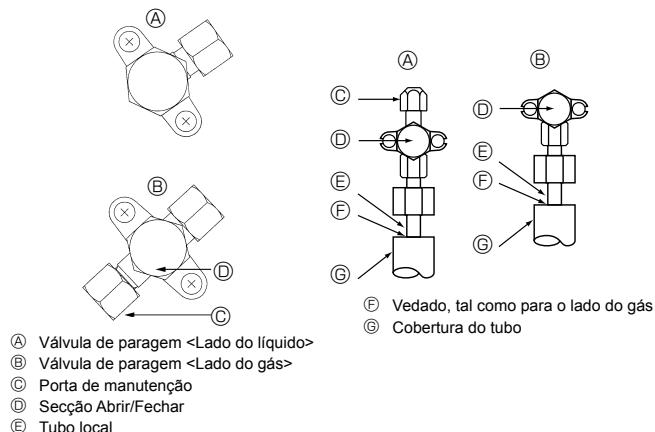

Fig. 4-4
4.4. Teste de vedação ao ar do tubo de refrigerante (Fig. 4-4)
- Certifique-se de que as válvulas de retenção (A) (B) estão fechadas e não as abra.
- Adicione pressão às linhas de refrigerante através da porta de serviço (C) da válvula de retenção do líquido (A).
- Se a pressão diminuir nos passos (2) ou (3), existe uma fuga de gás. Procure descobrir a causa da fuga de gás.